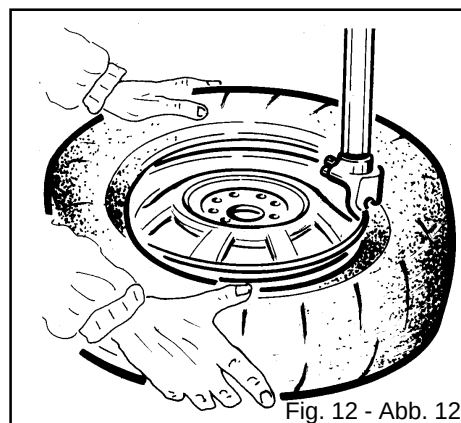

Fig. 12 - Abb. 12
- Tenendo premuto con le mani il tallone del pneumatico nella gola del cerchio, premere il pedale (Z) per ruotare l'autocentrante in senso orario per tutta la circonferenza del cerchio (Fig. 12).
•Keeping the tyre bead pressed down into the wheel rim channel with your hands, press down on the pedal (Z) to rotate the turntable clockwise. Continue until you have covered the entire circumference of the wheel rim (Fig. 12).
- Avec les mains, pousser le talon du pneu dans le creux de la jante, appuyer sur la pédale (Z) pour faire tourner le plateau dans le sens horaire pour tout le pourtour de la jante (Fig. 12).
-Reifenwulst von Hand unter den Felgenrand pressen, Pedal (Z) drücken; der Zentriertisch dreht sich im Uhrzeigersinn den gesamten Felgenumfang entlang (Abb. 12).